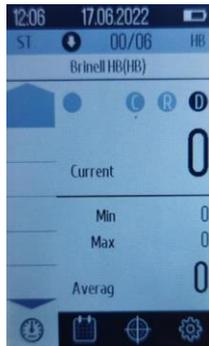

Abbildung 2.1 - Bild auf dem Display des Härteprüfers beim Einschalten des Geräts
Schließen Sie die Sonde an und schalten Sie das Gerät ein. Das Gerät wird eingeschaltet, indem Sie die Ein/Aus-Taste an der Vorderseite des Geräts 1-2 Sekunden lang drücken. Nach dem Einschalten des Geräts erscheint das folgende Bild auf dem Display (Abb. 2.1):
- 1) Measurements – Messungen (Abb. 2.1)